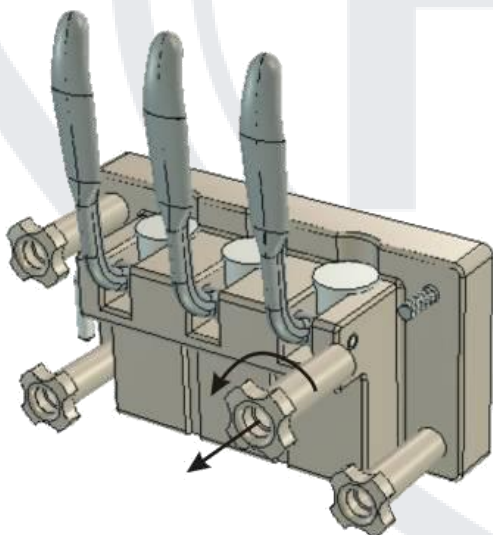

Рис. 15
- 1) Открутите четыре пластмассовые установочные гайки для выпускного блока, вращая их против часовой стрелки. (Рис. 15) Снимите блок разгрузки.